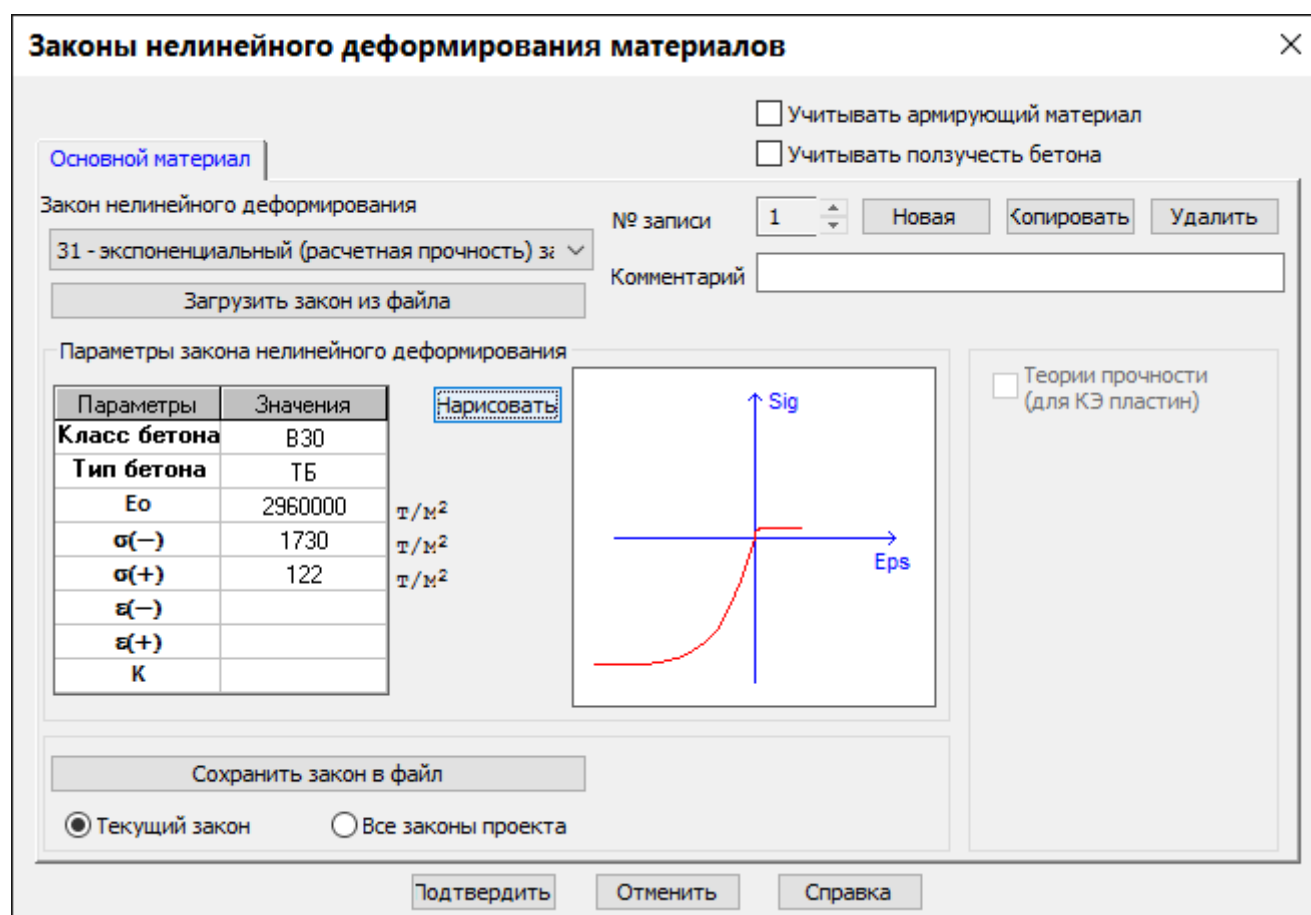

Рис.16.7. Диалоговое окно **Законы нелинейного деформирования материалов** для основного материала
- Для задания материала щелкните по кнопке **Параметры материала**. Вызывается диалоговое окно **Законы нелинейного деформирования материалов** (рис.16.7).